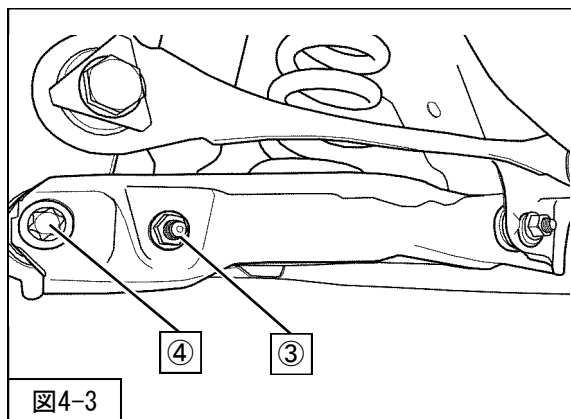

図4-3
4. 木片及びジャッキを使用し、リアサスペンションASSYロアアームNo.2を支持し、④リアサスペンションASSYロアアームNo.2取付ボルト・ナットを仮付けしてください。（図4-3）
5. スパースー（同梱品）をリアショックアブソーバASSY下側のブッシュ両端に取付け、③リアショックアブソーバASSYロア取付ボルト・ナットを仮付けしてください。（図4-3・4-4・4-5）
④リアサスペンションASSYロアアームNo.2取付ボルト・ナット
を締付けてください。（図4-3）